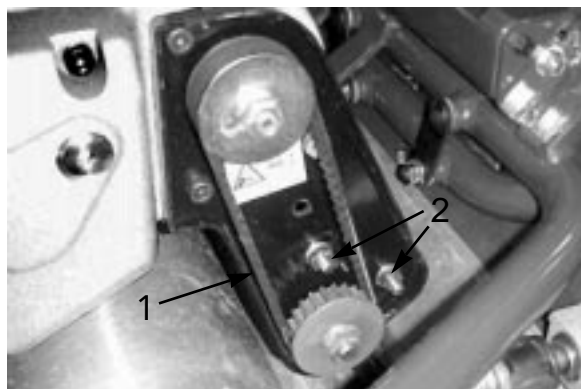

図 42
- A. ベアリング・ハウジング固定ナット (図42) をゆるめる。